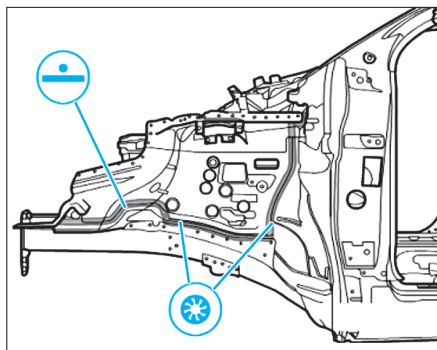

FIG. 20
- Souder le passage de roue comme illustré (Fig.20).